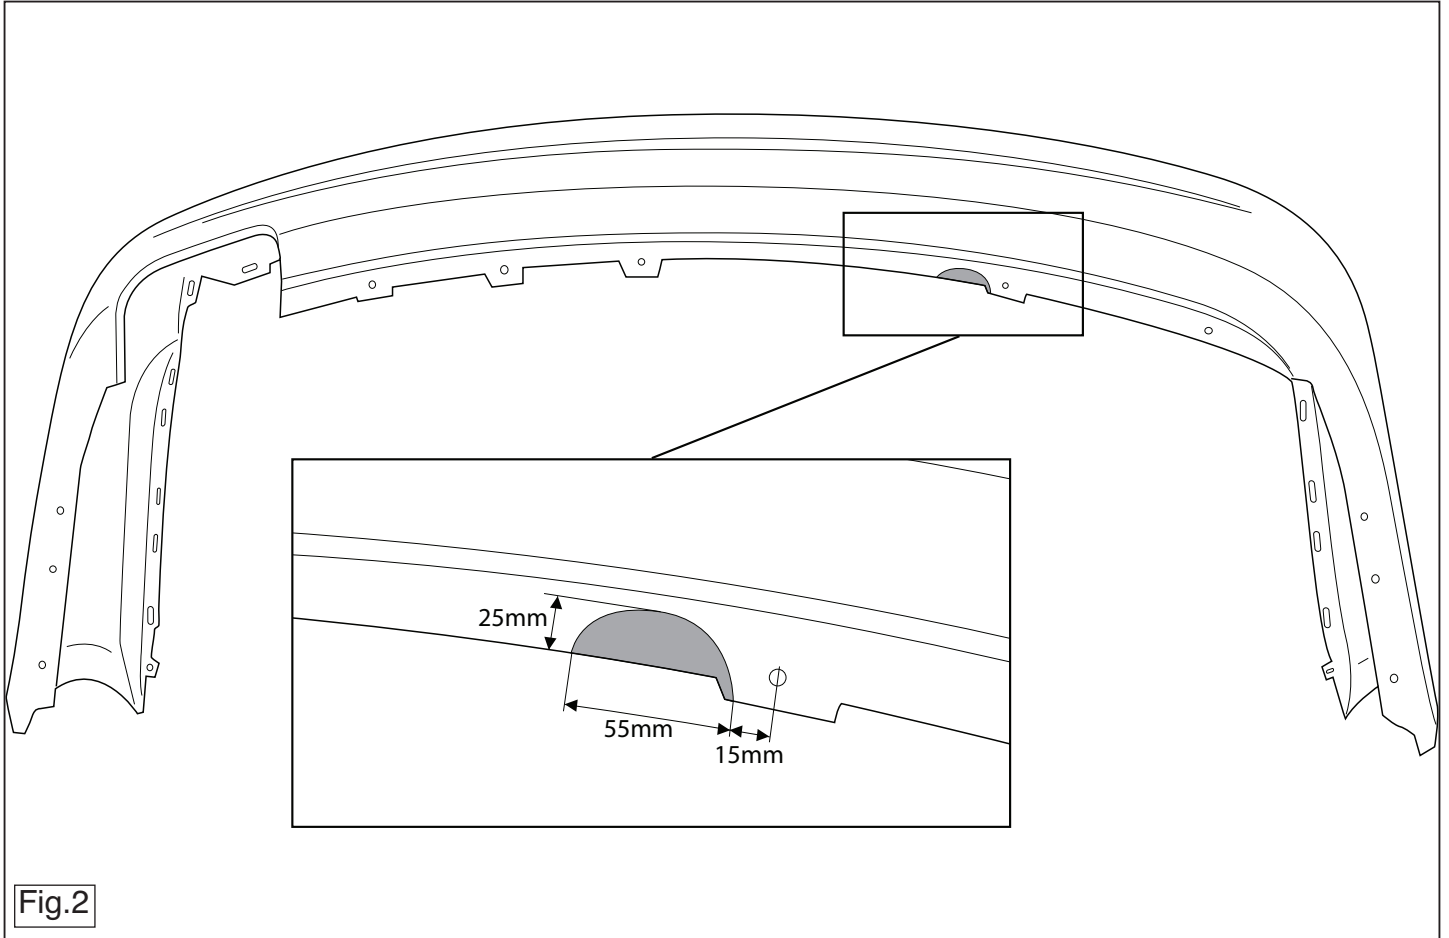

Fig.2
8. Выпилить обозначенную часть, как указано на рис. 2.